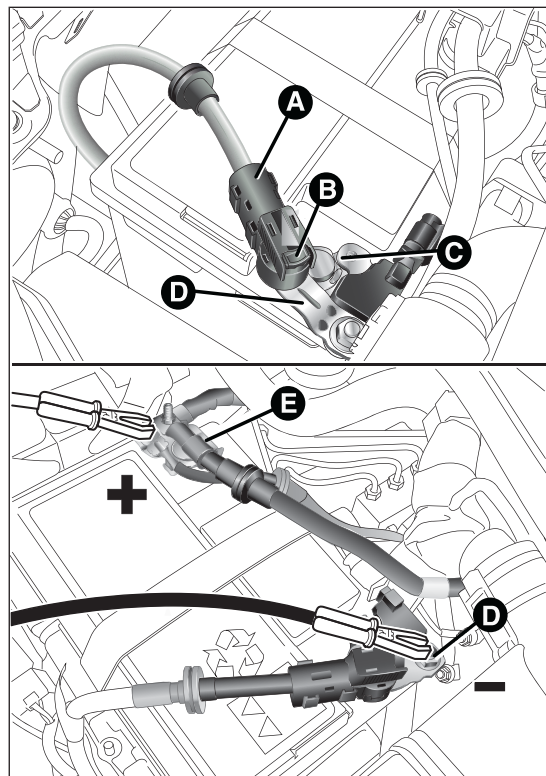

fig. 149
- ☐ desconectar el conector A fig. 149 (mediante la acción del botón B) del sensor C de control del estado de la batería instalado en el polo negativo D de la misma batería;
- ☐ después de desconectar el cargador, conectar el conector A fig. 149 al sensor C como en la figura.